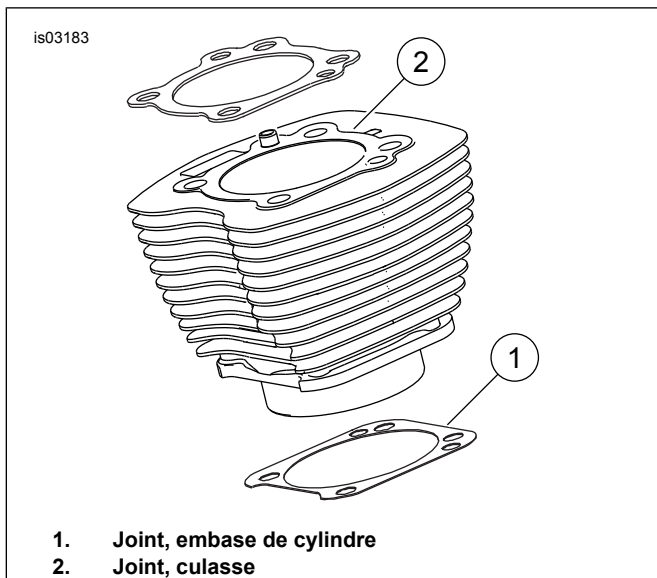

Figure 1. Joints de cylindre
Voir Figure 1. Le joint de base de cylindre de 103,12 mm (4,060 po) (1) et le joint de culasse (2) éliminent la nécessité des joints toriques. Ne pas utiliser de joints toriques sur les goujons de cylindre ou les emboîtements de cylindre.